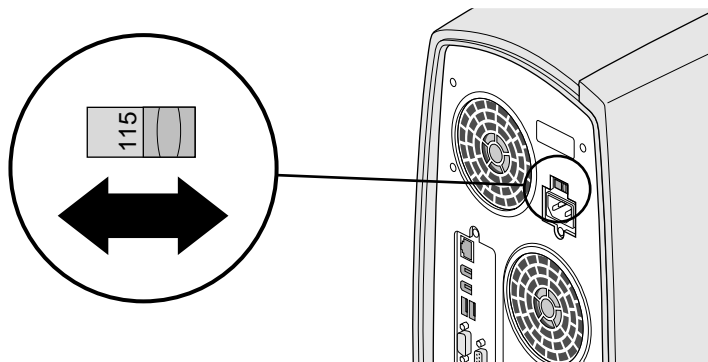

Figura 1-6 Verifica dell'impostazione del selettore di tensione
- Controllare il selettore di tensione situato sopra alla presa di alimentazione sul retro del sistema e assicurarsi che la tensione sia impostata correttamente per la presa utilizzata, come illustrato nella Figura 1-6.